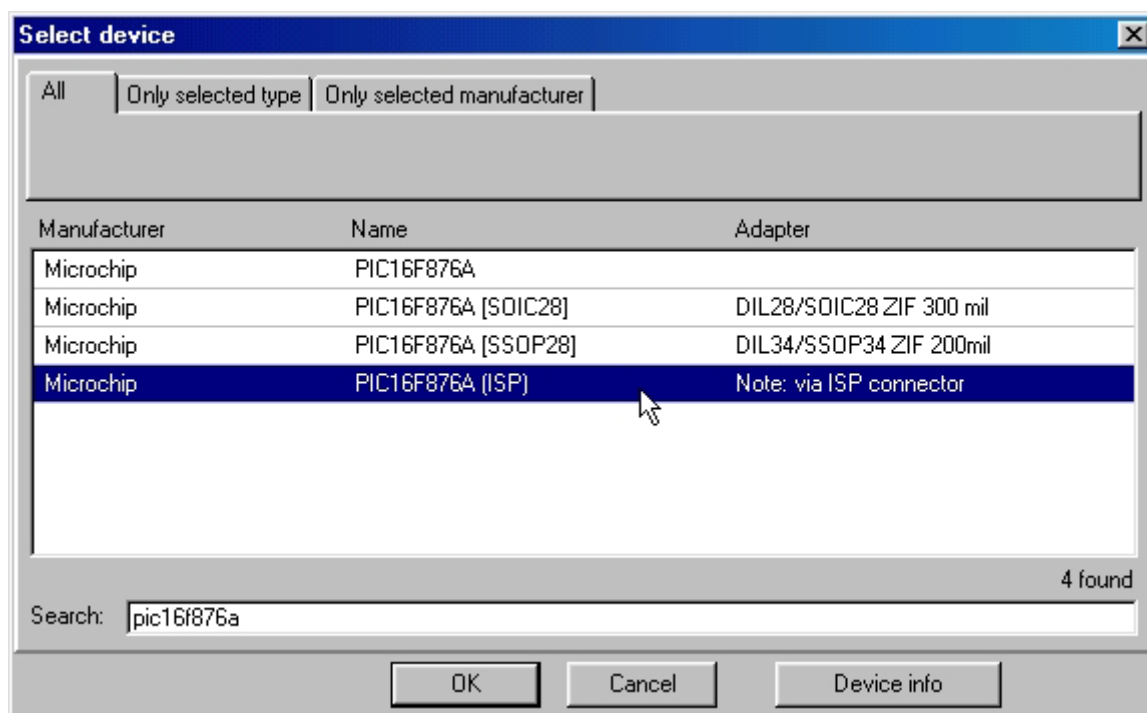

FIGURA 11: SCELTA DEL DISPOSITIVO CON PG4U
- B) Inserire il Mini Modulo da programmare nello zoccolo ZC1 del **grifo® GMM PIC-PR** e abbassare la levetta, quindi selezionare la CPU del Mini Modulo tramite il menu Device | Select device (fare riferimento al manuale del Mini Modulo per identificare la CPU, nella figura 11 viene selezionata a titolo di esempio la CPU della **GMM 876**). **NOTA: Scegliere sempre la voce che indica come adapter "via ISP connector"**.